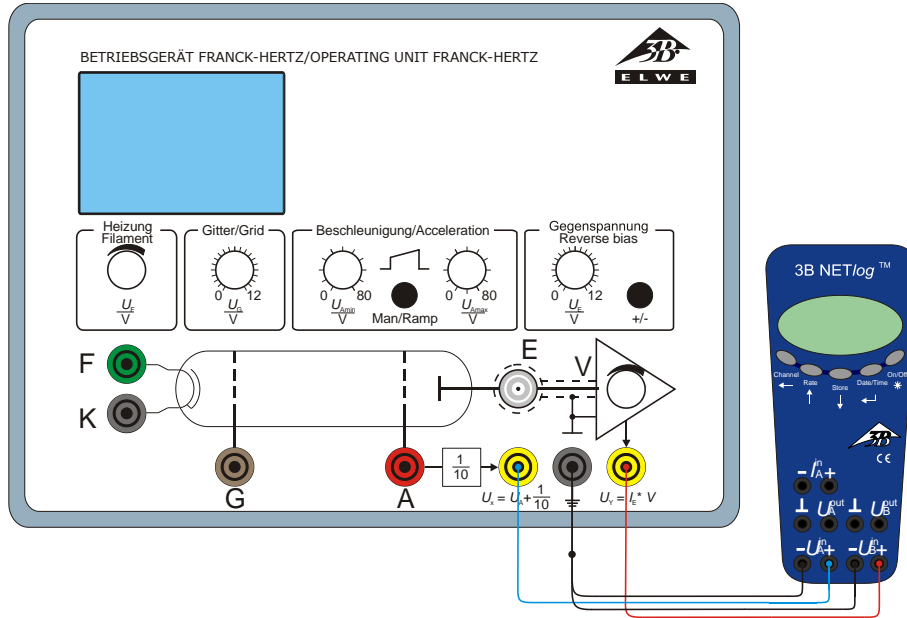

Fig. 6 Conexión del 3B NET/log™ en el aparato de operación para el experimento de Franck-Hertz
- Se conecta el 3B NETlog™ al aparato de operación para el experimento de Franck-Hertz (ver Fig. 6). Para ello, la salida U_x del aparato de operación para el experimento de Franck-Hertz se conecta en la entrada A y la salida U_y en la entrada B del 3B NETlog™.